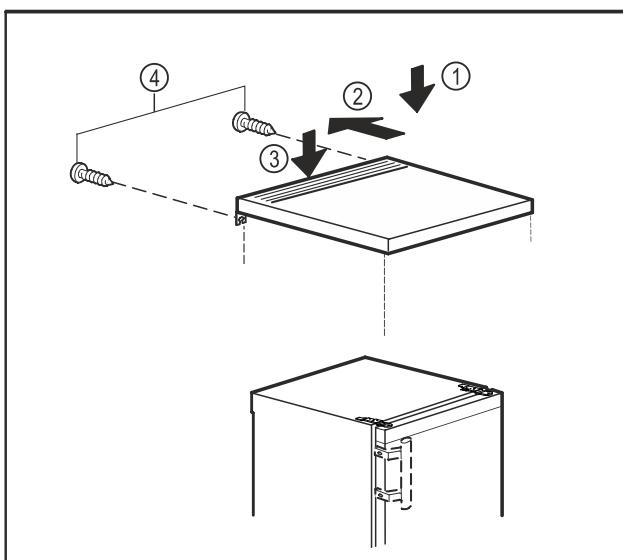

Fig. 10
- Vendosni pllakën e sipërme mbi pajisje. Fig. 10 (1)
- Shtyni pllakën e sipërme për nga pas. Fig. 10 (2)
- Shtypni për poshtë pllakën e sipërme në pjesën e pasme. Fig. 10 (3)
- Shtrengoni vidat në pjesën e pasme. Fig. 10 (4)